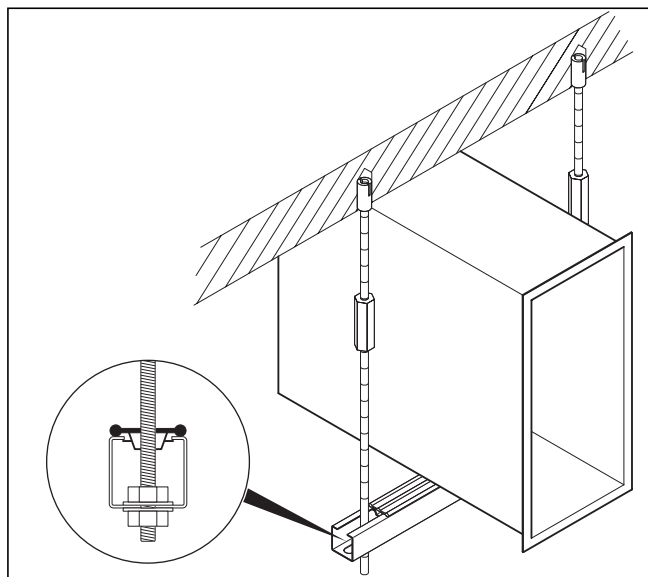

Bild 4.1 Montering av en sats bärskenor VWZ LM
- Montera satsen bärskenor enligt bild 4.1.